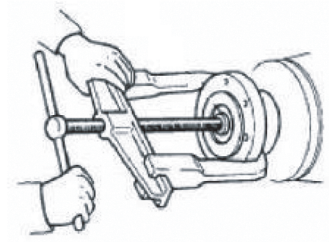

图 10
- f. 以火烤加热的方式，拆下泵端联轴器（见图10）及泵联平键。